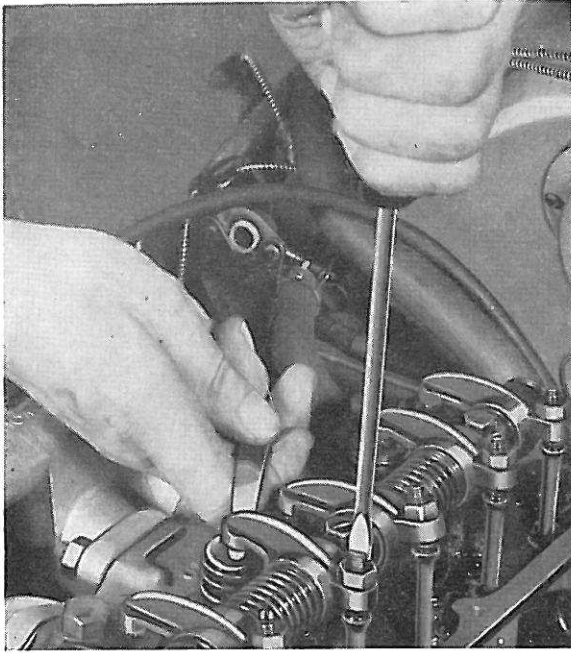

Figure 28. Réglage du jeu des soupapes
5. Conduire la voiture sur une courte distance. Vérifier la marche du moteur et régler à nouveau le jeu des soupapes, figure 28. On n'a pas besoin de resserrer les goujons de culasse.